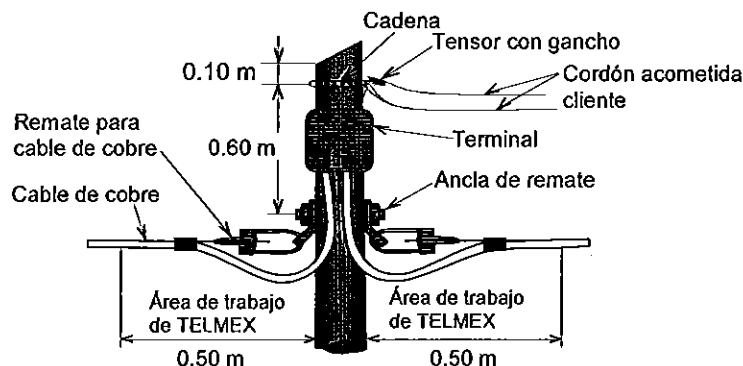

Figura 2. Elementos que se instalan en Postes con Terminal.
- Siempre se debe instalar el cable de los concesionarios del lado arroyo y del lado contrario a los puntos de dispersión en los postes, en el análisis de Factibilidad se indica por poste la existencia de punto de dispersión y cantidad. Ejemplo poste con 1 punto de dispersión ver figura 2.